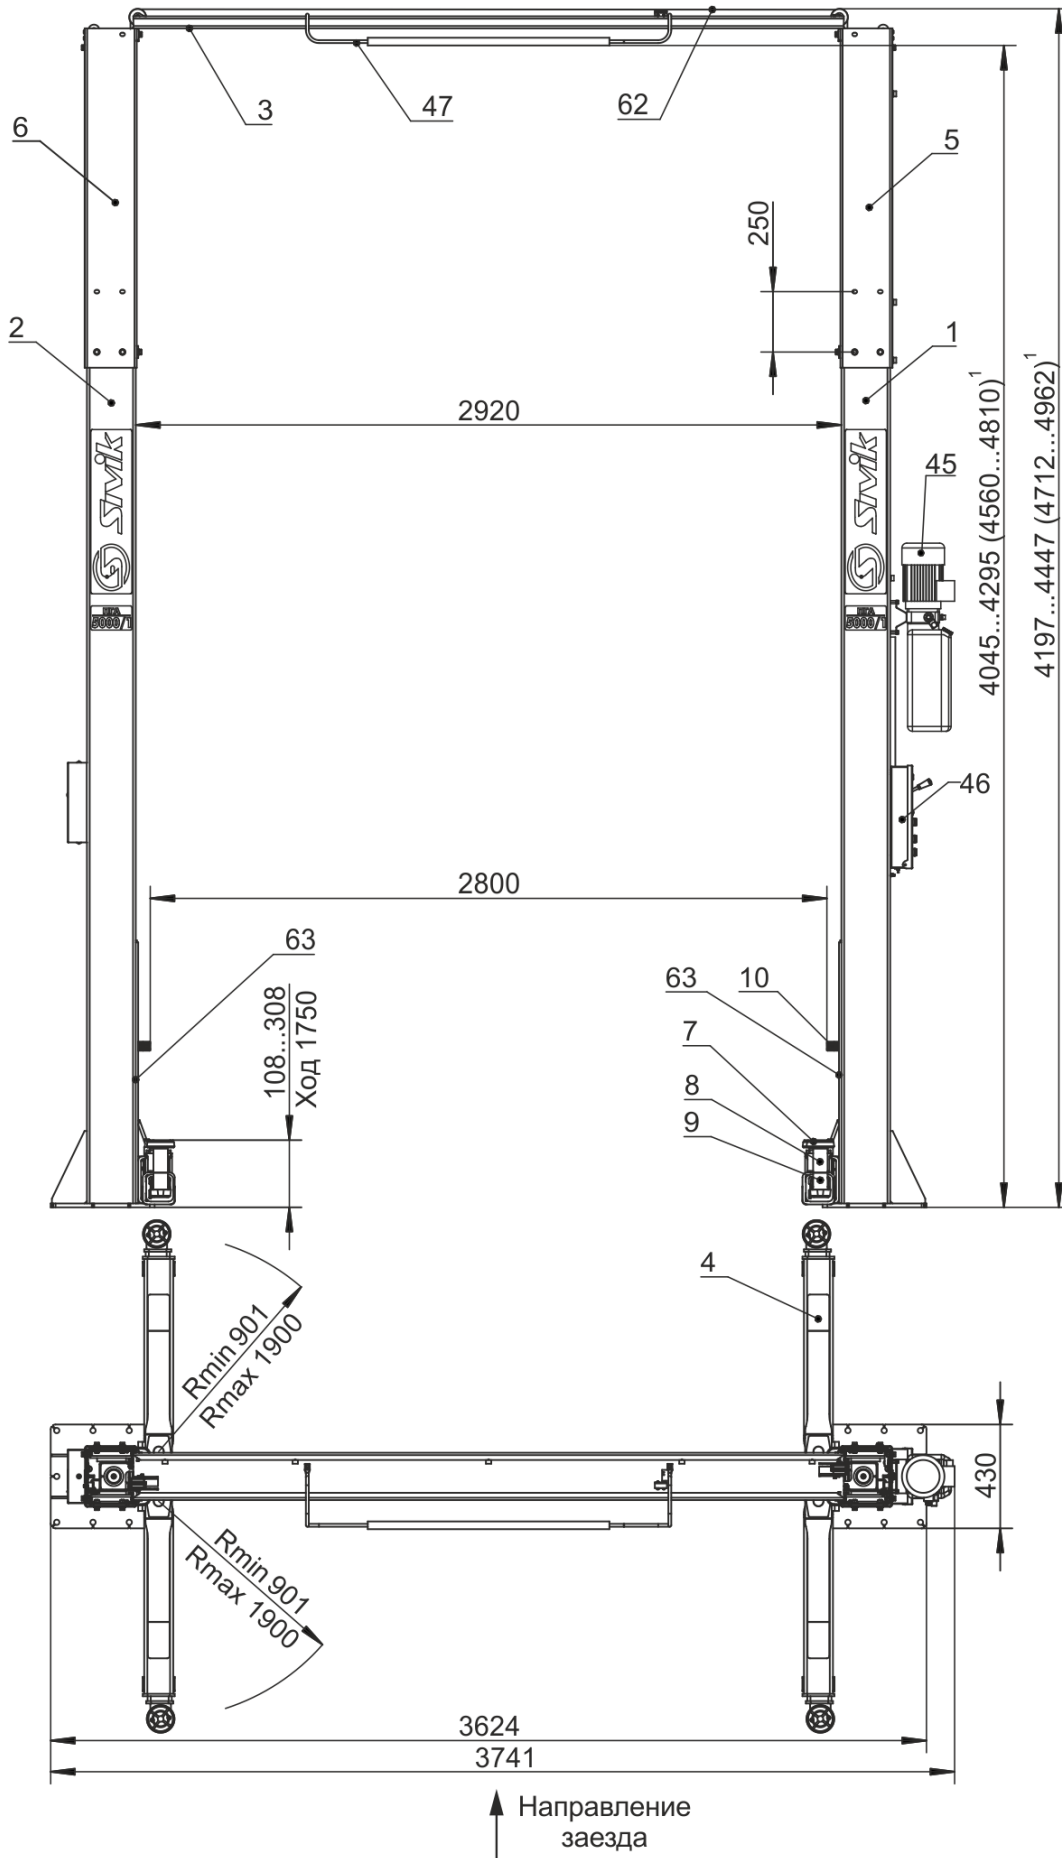
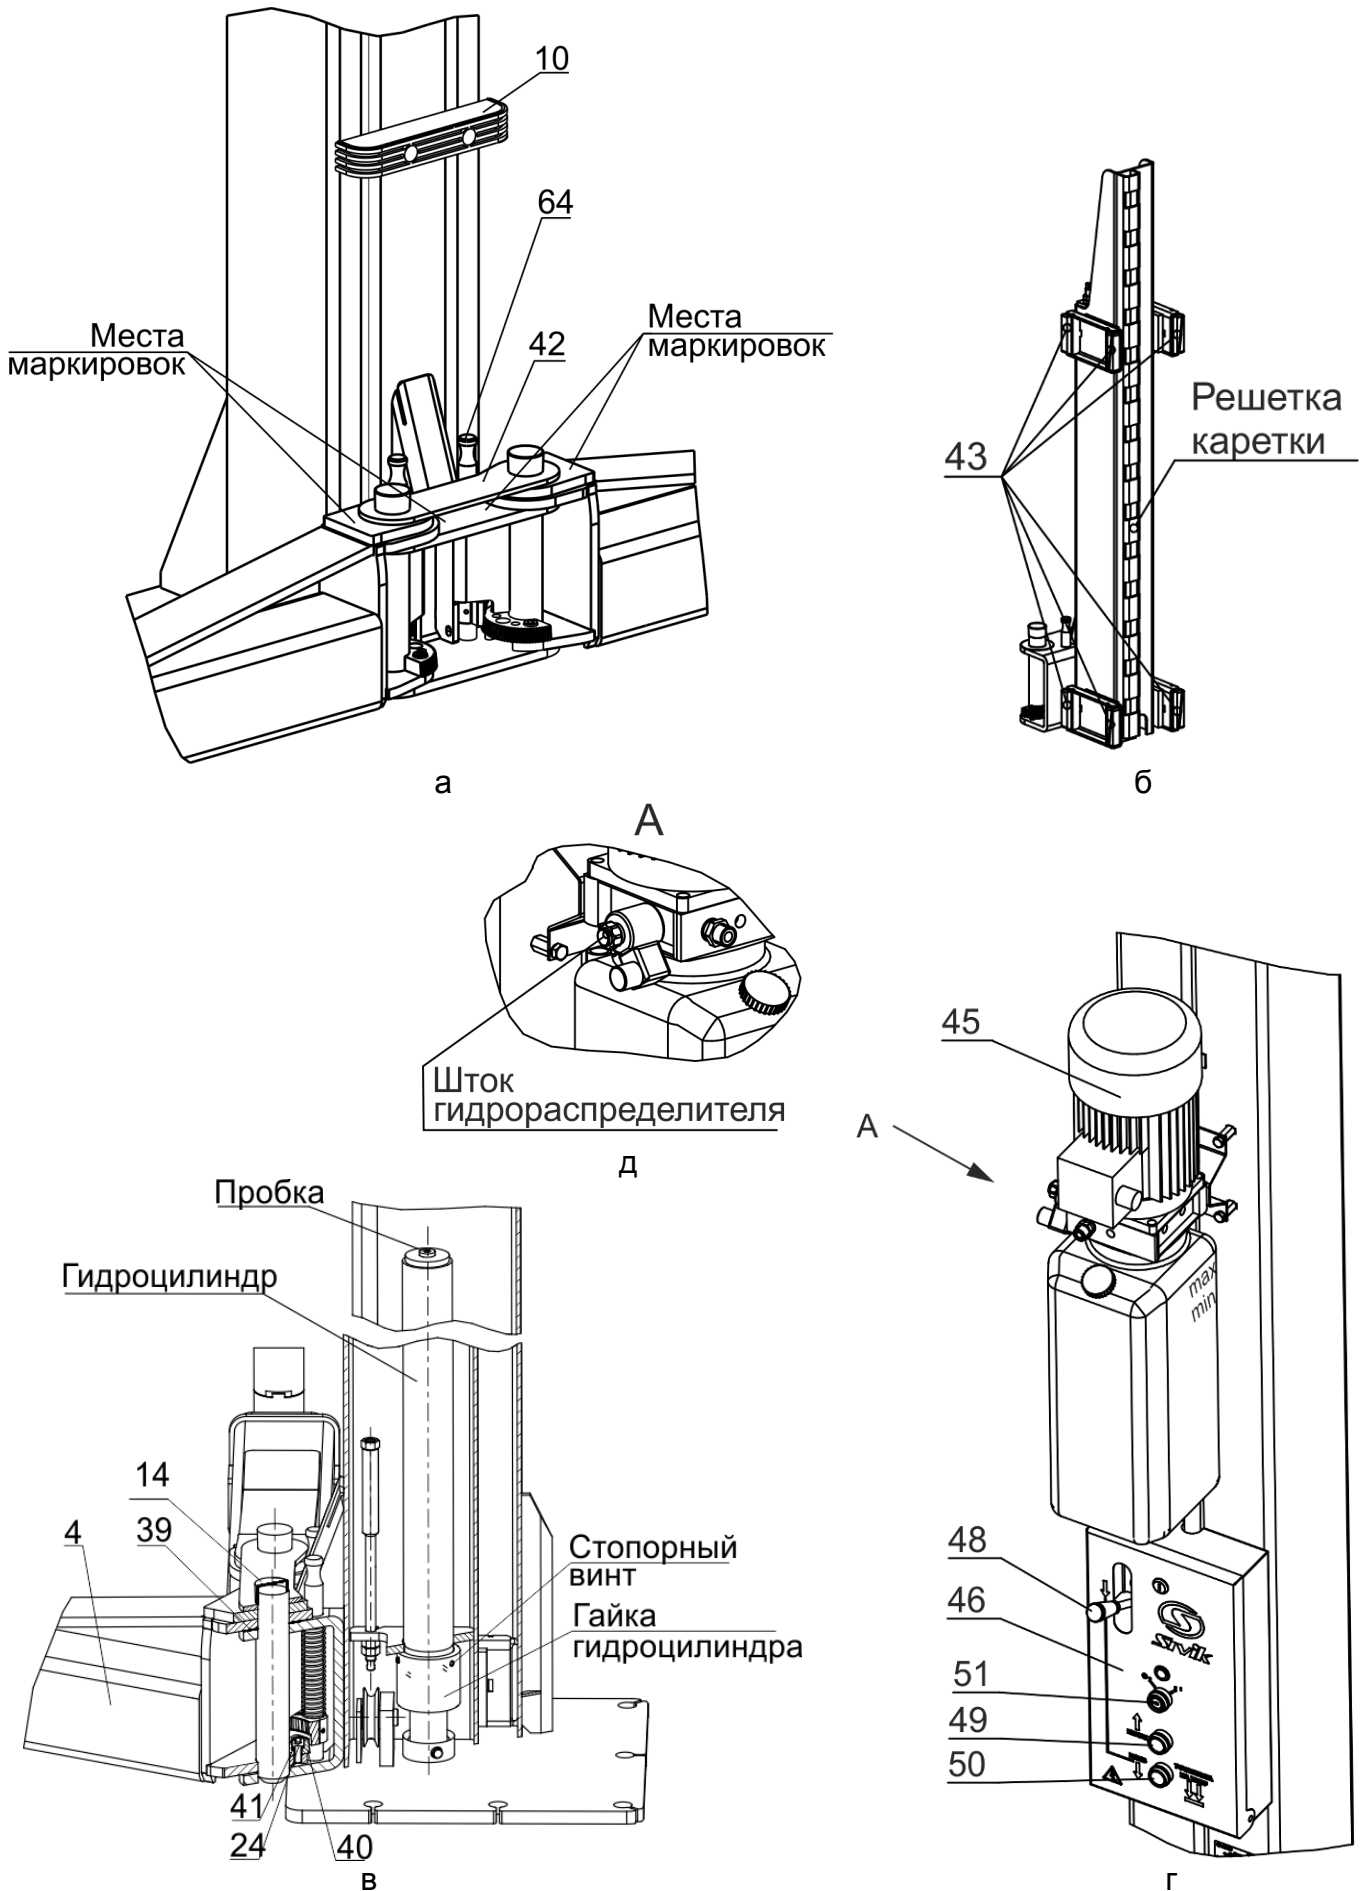

Рисунок 3.1 - Общий вид подъемника (1 – исп. Высокий)
Рисунок 4.1 – Виды подъемника
Подъемник (рисунок 3.1) состоит из двух стоек коробчатого сечения – правой 1 и левой 2, двух надставок 5 и 6 соединенных между собой поверху перекладиной 3. Подъемник имеет возможность регулировки по высоте от 4197(4712)¹ мм до 4447(4962)¹ мм. Это достигается креплением надставок 5 и 6 на первый или второй ряд крепежных отверстий. В стойках размещены каретки 63 с закрепленными на них поворотными телескопическими подхватами 4 равной длины. На концах подхватов 4 установлены опоры 7, подставки опоры 8,9. Подхваты фиксируются стопорными устройствами 64 (рисунок 4.1а), автоматически срабатывающими при подъеме автомобиля. При опускании кареток 63 в крайнее нижнее положение происходит автоматическое расстопорение подхватов 4. Каретки 63 приводятся в движение гидравлическими цилиндрами, установленными внутри стоек. Подъемник снабжен системой 62 тросовой синхронизации движения кареток 63.
Каждая каретка 63 (рисунок 4.1б) снабжена полиамидными ползунами 43, скользящими по беговым дорожкам стоек 1 и 2. Каретки фиксируются на требуемой высоте стопорами-защелками 44 (рисунок 3.1), закрепленными на стойках 1,2 и входящими в зацепление с решетками на каретках 63.
На правой стойке (рисунок 4.1г) размещена насосная станция 45 с пультом управления 46. Внутри насосной станции 45 находится клапан предохранительный, предотвращающий перегрузку в гидросистеме. Клапан предохранительный настроен на заданное давление и опломбирован.
- касании автомобилем ограничительной дуги 47 перекладины 3 (рисунок 3.1);
Для предотвращения повреждения дверей автомобиля (при открывании) на каретки 63 установлены накладки 10, фиксируемые винтами М8х30, шайбами 8Г и шайбами 8 (рисунок 3.1 и рисунок 4.1а).
Управление подъемником осуществляется рычагом 48 (рисунок 4.1г) и двумя кнопками 49 и 50, установленными в пульте управления 46. Рычагом 48 осуществляется расстопорение кареток 63, а кнопками 49 и 50, подъем (кнопка 49) и опускание (кнопка 50) кареток 63.
Перед сборкой проверить затяжку гаек гидроцилиндров и стопорных винтов (рисунок 4.1в).
Для того чтобы проверить срабатывание упругой тяги 55, необходимо одному человеку прижать рукой защелку 44 к стойке 2, а другому повернуть рычаг 48 (рисунок 4.1г) вниз. Упругая тяга 55 должна вытянуться на полный ход штока-
При повороте рычага 48 вниз (рисунок 4.1г), защелка на левой стойке должна отвестись, так же как отвелась защелка на правой стойке. При повороте рычага 48 вверх (рычаг 48 должен удерживаться в верхнем положении пружиной), защелки на левой и правой стойке должны вернуться в исходное положение. Регулировка проводится выборкой слабины тросика 52 и обжатием петли зажимом 13.
6.9 Открутить пробку бака насосной станции 45 и залить масло (около 12 л) до верхней метки «МАХ» (рисунок 4.1г). Уровень масла контролировать визуально. Установить пробку бака на место.
- кратковременным нажатием на кнопку 49 (двигатель должен работать, вращение крыльчатки по стрелке на кожухе эл. двигателя, а из бака должно убывать масло, рисунок 4.1г).
• отвернуть пробки у каждого гидроцилиндра на один оборот (рисунок 4.1в)